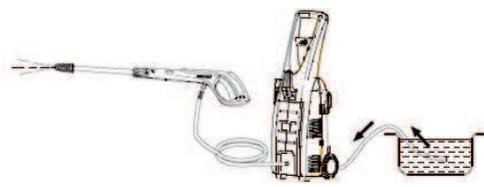

рис. 7
- Соедините пистолет-распылитель с отверстием для выхода воды (рис.7)